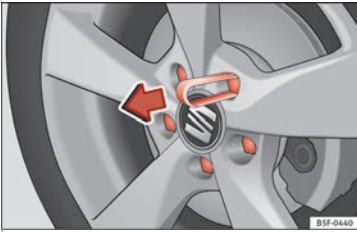

Abb. 62 Rad: Radschrauben mit Deckel.
- Schieben Sie die Kunststoffklammer (Bordwerkzeug) so weit auf die Abdeckkappe, bis sie einrastet » **Abb. 62**.